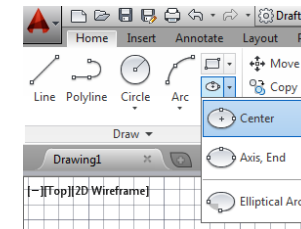

Рис. 18 Функция Ellipse (Эллипс)
- Функция **Ellipse (Эллипс)** позволяет нарисовать эллипс несколькими способами: **Center (По центру и двум радиусам)**, **Axis, End (По одной оси и второму радиусу)** (Рис.18).